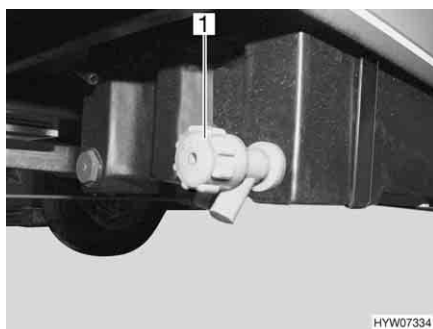

Fig. 89 Rubinetto di scarico per il serbatoio delle acque grigie
- Ruotare il coperchio (Fig. 89,1) del rubinetto di scarico in senso antiorario.
- Ruotare il coperchio (Fig. 89,1) in senso orario. Il rubinetto di scarico è chiuso.